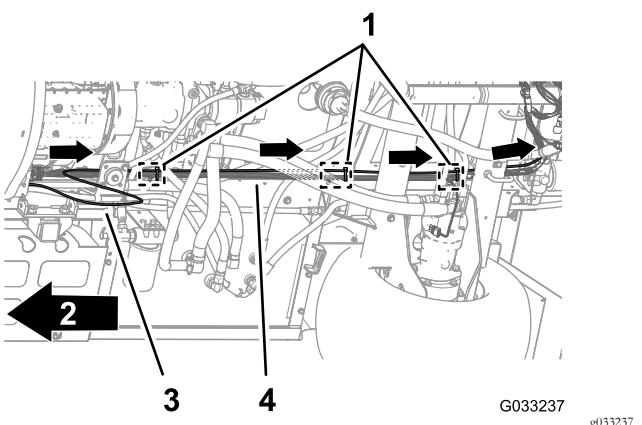

Figura 111
1. Disponete il tubo di rilevamento della pressione per il manometro del cruscotto lungo il cablaggio preassemblato posteriore della macchina (Figura 111).
2. Fissate il tubo di rilevamento della pressione al cablaggio preassemblato posteriore con 3 fascette per cavi adiacenti ai 3 dispositivi di fissaggio nei punti di ancoraggio dello chassis per il cablaggio preassemblato posteriore (Figura 111).